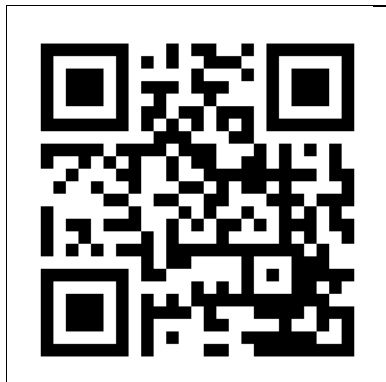

Abbildung 18
1. Öffnen Sie das Eurom Smart App-Handbuch mit dem QR-Code (Abbildung 18) oder gehen Sie zu www.eurom.nl/nl/manuals.